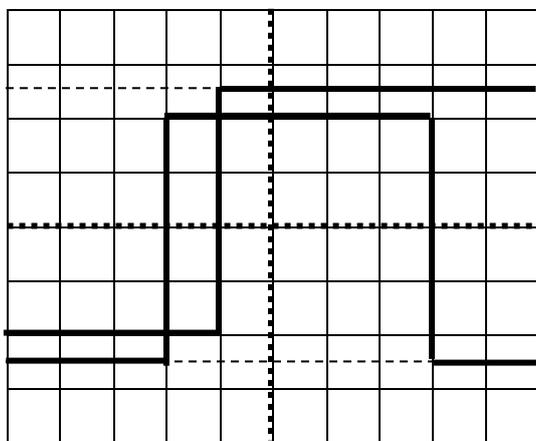

Рисунок 2.10 – Измерение разности во времени
- при помощи регулировок ВОЛЬТ/ДЕЛ, «ПЛАВНО 1» и «ПЛАВНО 2» в обоих каналах установите амплитуду сигналов удобной для наблюдения (рисунок 2.10);